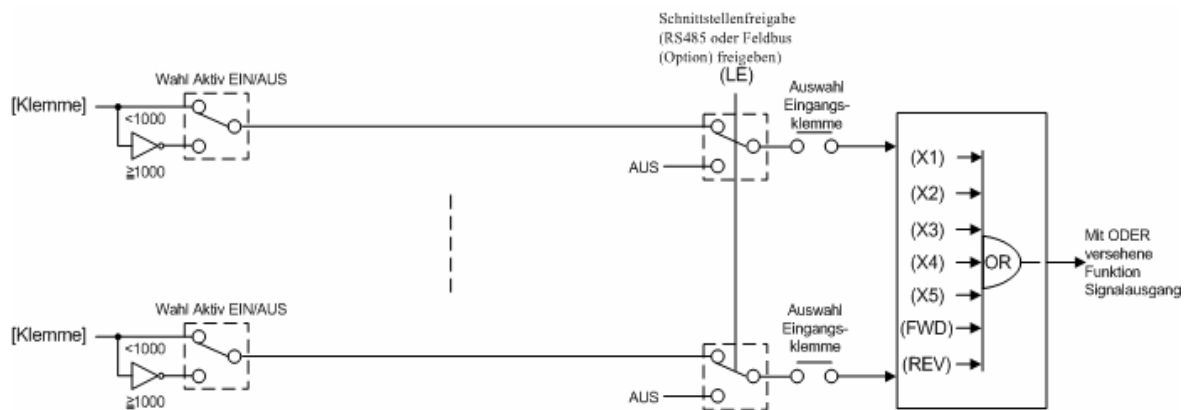

Abbildung 4.3 (d) Blockdiagramm des digitalen Steuereingangsklemmenblocks (Abschalterzwingung für Signale an Klemmen bei Einschalten von (LE))
In Abbildung 4.3 (d) ist ein Blockdiagramm des digitalen Steuereingangsblocks (Abschalterzwingung für Signale an Klemmen bei Einschalten der Schnittstellenfreigabe (LE)) dargestellt. Es zeigt eine Abschaltzwingung aller an den digitalen Eingangsklemmen anliegenden Signale, wenn die serielle Verbindung aktiviert wird (Einschaltung von (LE)). Wird die Funktion „serielle Verbindung aktivieren“ deaktiviert, werden die Signale an den digitalen Eingangsklemmen direkt Steuersignale.